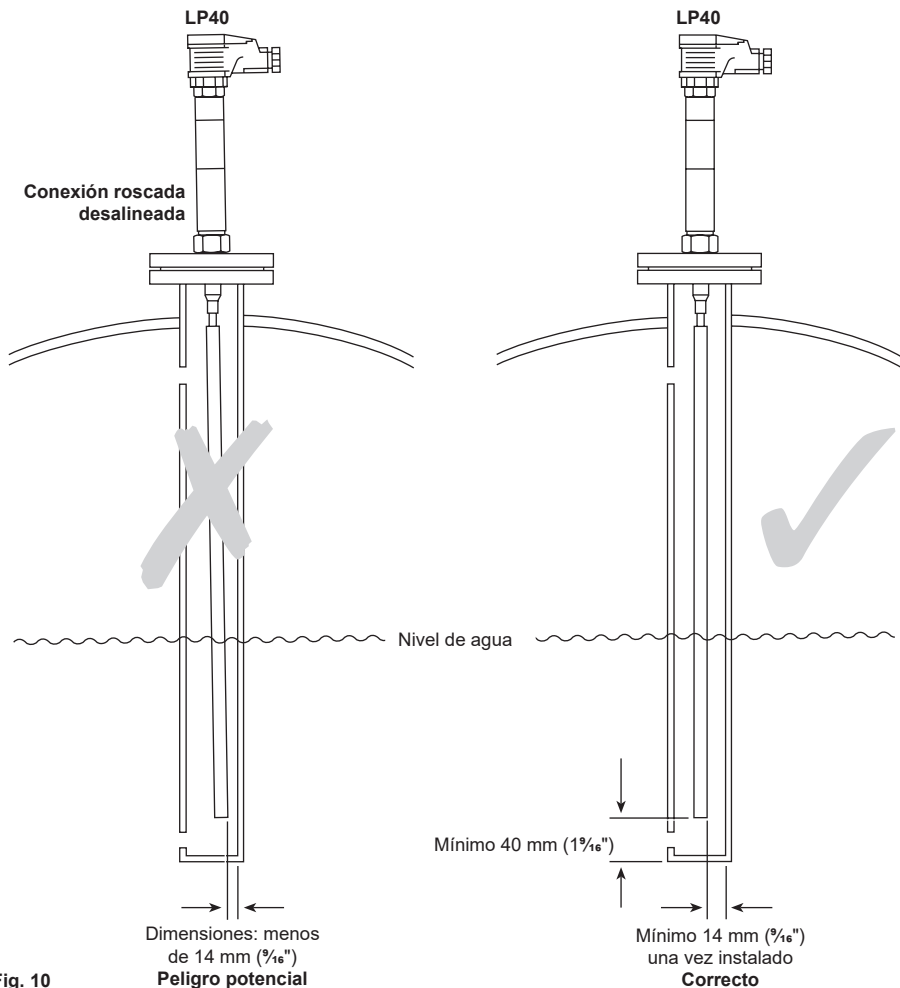

Fig. 10
- El tubo de protección no tiene un diámetro lo bastante grande y/o profundo (el tubo debe ser por lo menos 40 mm ($1\frac{1}{2}$ ") más largo internamente que el extremo de la sonda, ver Fig. 10).